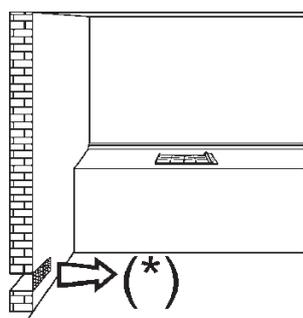
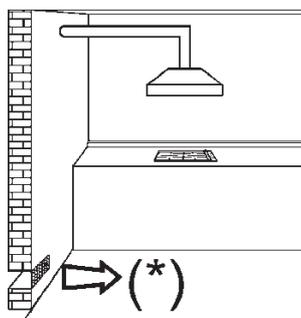
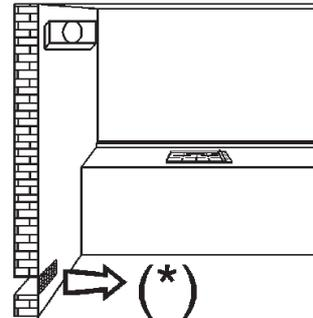

FIG. 3
FIG. 4
FIG. 5
*l'utilisation d'un appareil de cuisson au gaz produit de la chaleur et de l'humidité dans la pièce où il est installé. Il est donc nécessaire d'assurer une bonne aération de la pièce en veillant à ne pas obstruer les ouvertures pour la ventilation naturelle (fig. 3) et en mettant en marche le dispositif mécanique d'aération (hotte aspirante ou électro-ventilateur fig. 4 et fig. 5).*
Il est indispensable que la pièce où l'appareil est installé soit ventilée en permanence pour garantir un fonctionnement correct de ce dernier. La quantité d'air nécessaire est celle requise par une combustion de gaz normale et une ventilation de la pièce dont le volume ne pourra pas être inférieur à 20 m3. L'afflux naturel d'air doit se faire par voie directe à travers des ouvertures permanentes pratiquées dans les murs extérieurs de la pièce ayant une surface minimum de 100 cm2 (voir fig. 3). Ces ouvertures doivent être réalisées de manière à ce qu'on ne puisse pas les obstruer.
Les appareils de cuisson au gaz doivent toujours comporter une évacuation des produits de la combustion au moyen de hottes raccordées à des cheminées, à des conduits de fumée ou donnant directement sur l'extérieur (voir fig. 4). Au cas où il serait impossible d'installer une hotte, on tolère l'utilisation d'un ventilateur installé sur la fenêtre ou sur le mur extérieur, qu'il faudra mettre en fonction simultanément à l'appareil (voir fig. 5), à condition que les dispositions concernant la ventilation énumérées dans les normes en vigueur soient strictement respectées.